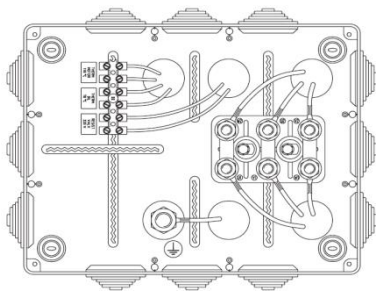

Fig. 14 – Scatola dei collegamenti per centralina standard
- La scatola della centralina standard comprende (vedi Fig. 14):